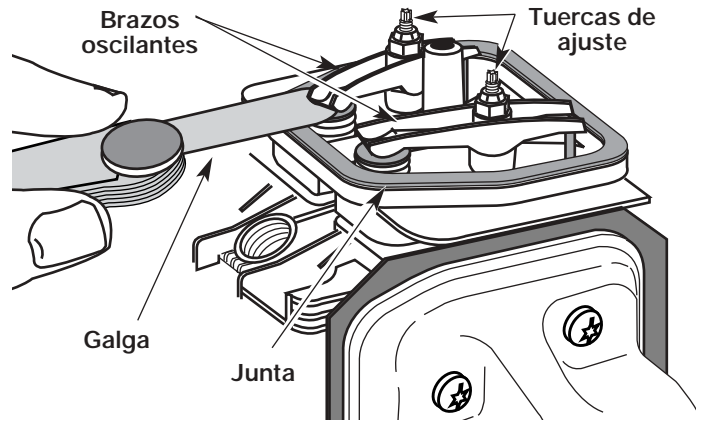

Fig. 31
9. Deslice la galga entre el brazo oscilante y el resorte de retorno de la válvula. Mida el huelgo entre el vástago de la válvula y el brazo oscilante (Fig. 31). Realice esto en las válvulas de entrada y de escape.